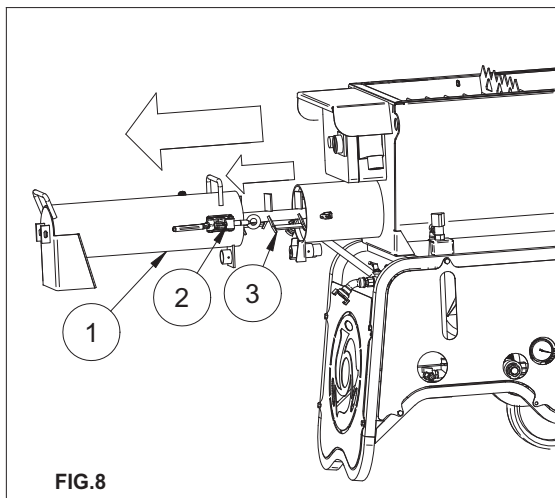

FIG.8
13. PULIZIA E ARRESTO DEL MESCOLATORE (vedi fig.8)